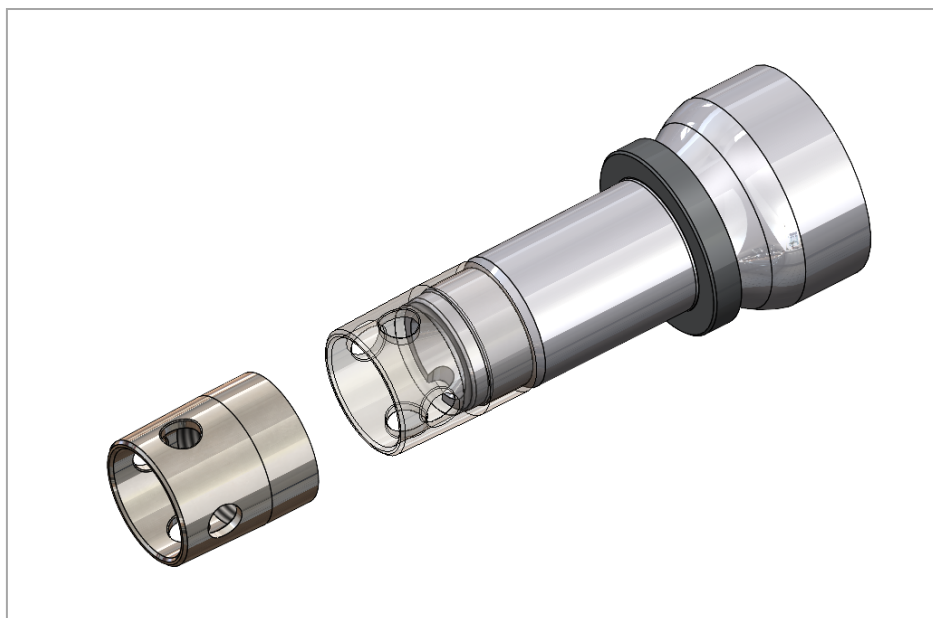

Рис. 9. Установка муфты защиты на резьбу цапфы.
- 1) Установите муфту защиты на резьбу цапфы (рис. 9).